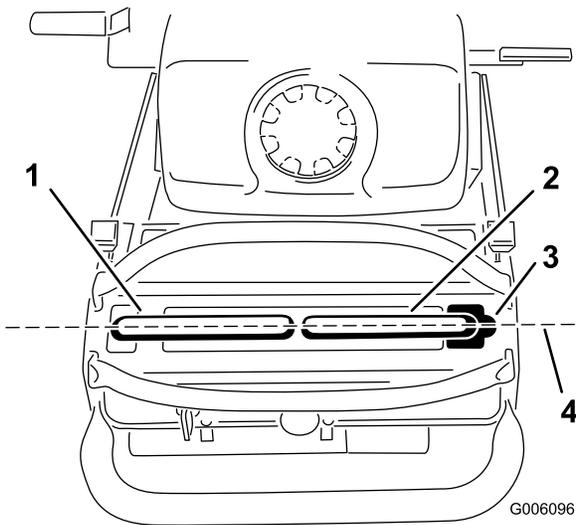

Figura 57
Importante: Compruebe el avance de la máquina después de ajustar las palancas de control de movimiento. Después de ajustar el avance, las palancas de control de movimiento pueden no quedar alineadas con precisión hacia adelante-atrás (Figura 57).
1. Una vez ajustada la alineación horizontal, compruebe la alineación hacia adelante-atrás (Figura 57).